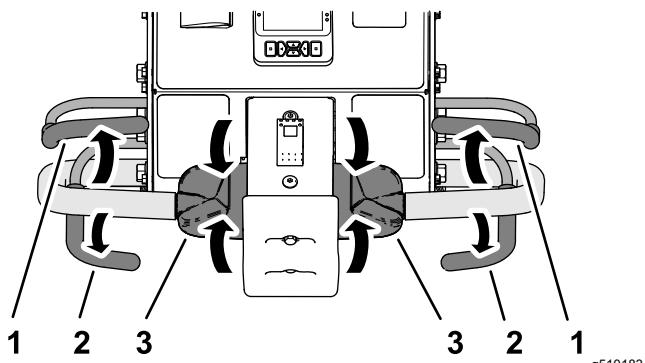

図 79
- エアレーション中の場合はエアレーションベイル図 79 から手を放してコアリングヘッドを上昇させるコアリングヘッドを上昇させるには (ページ 45) を参照。